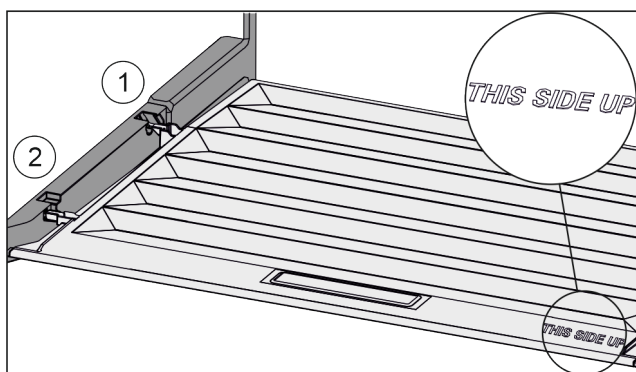

Fig. 74
- ▶ Robova predala vstavite nad odprtino zadnjega držala Fig. 74 (1), spredaj pa ju zataknete v držalo Fig. 74 (2).